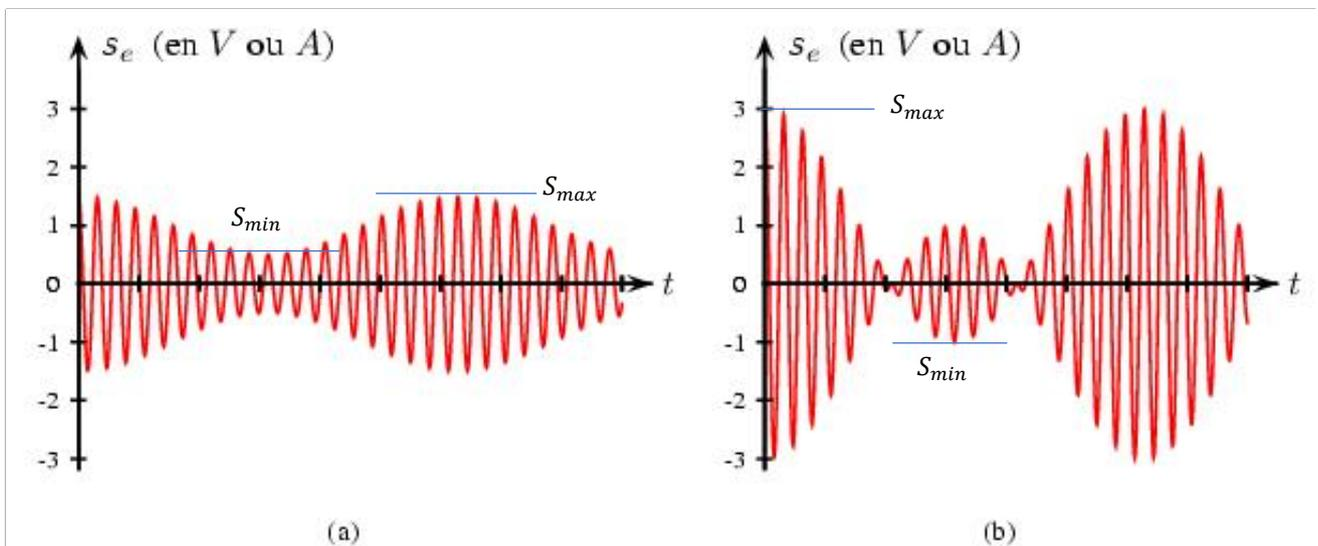

FIG. 1 - Signaux obtenus avec différents taux de modulation
- 2.2) On place tour à tour, en entrée de la cellule RC , les tensions $v_e(t) = s_e(t)$ représentées sur les **figures 1(a)** et **1(b)**, tracées pour des valeurs quelconques de m .
- 2.2.b) L'un des deux signaux des **figures 1(a)-1(b)** n'est pas correctement démodulé par ce montage. Identifier le signal dont il s'agit et le représenter correctement démodulé. Préciser la condition portant sur m assurant une démodulation correcte.
- 2.5) Pour tester le montage ainsi réalisé, on place sur son entrée v_e le signal $S_e(t)$ de la **figure 1(b)**.